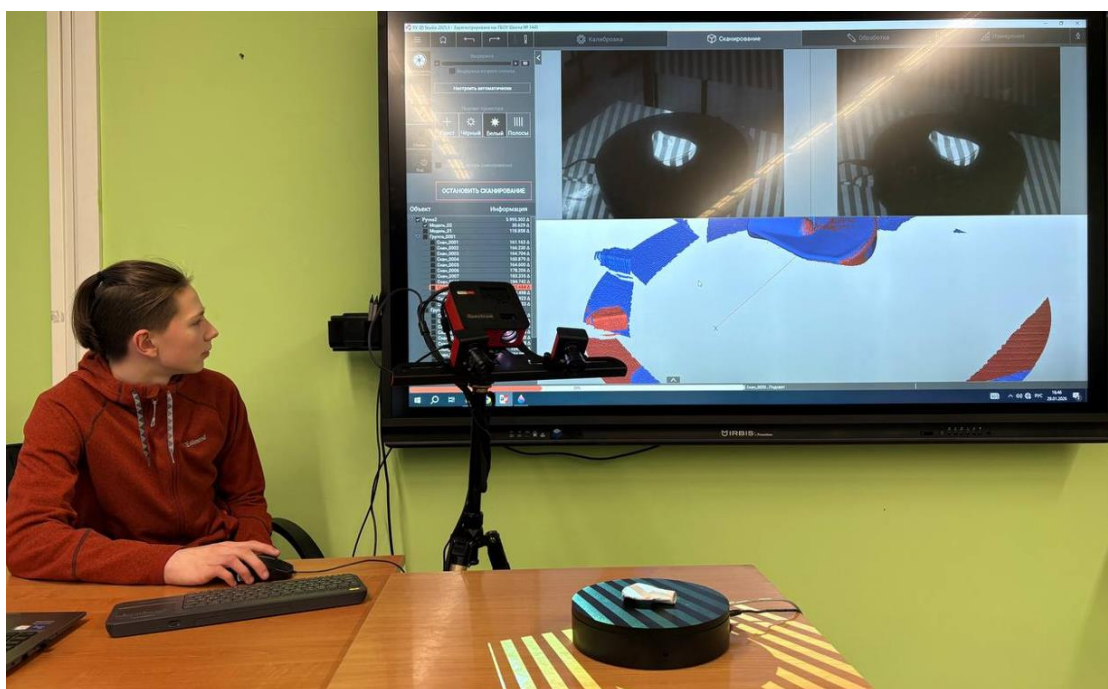

Рис. 6. Подготовленный к сканированию объект
- убедитесь, что объект неподвижен: закрепите его на поворотной платформе или устойчивой поверхности (Рис. 6).